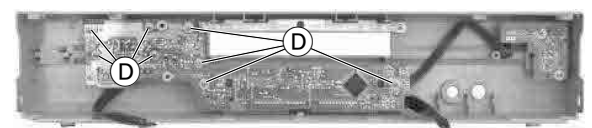

Fig. 4
- 8 Schrauben **D** (Fig. 4) herausdrehen.
- Undo 8 screws **D** (Fig. 4).